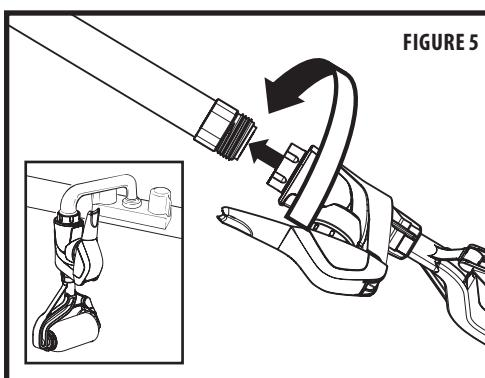

FIGURE 5
3. Thread the cleaning adapter (with trigger housing attached) onto a garden hose or a faucet hose (figure 5). If you have a threaded faucet, you can thread the hose adapter (with trigger housing attached) directly onto it.
3. Vissez l'adaptateur de nettoyage (fixé au boîtier de la détente) sur un boyau d'arrosage ou un boyau de robinet (figure 5). Si vous avez un robinet fileté, vous pouvez y visser directement l'adaptateur de tuyau (fixé au boîtier de la détente).